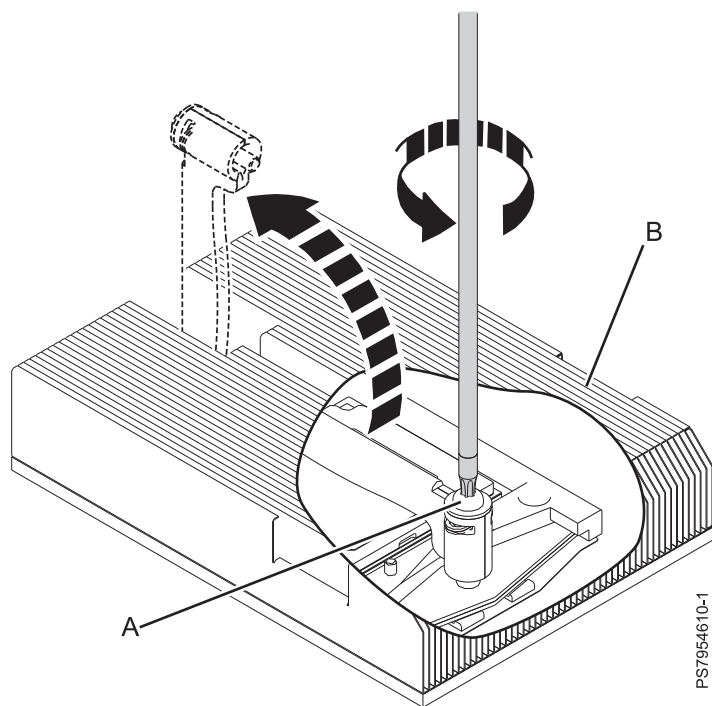

図 32. ヒートシンクの駆動ねじを緩める
- a. 付属のナット・ドライバーを反時計方向に回して **(A)** 駆動ねじを緩めます (77 ページの図 32 を参照)。ねじが自由に動くようになるまで緩めます。